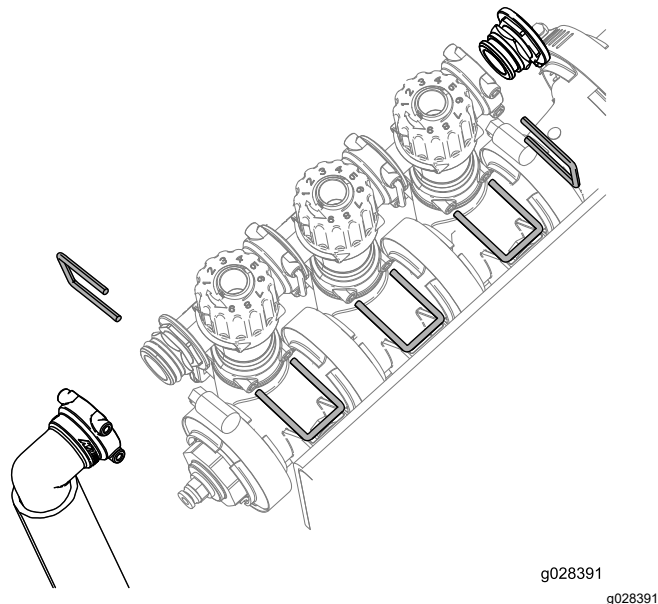

图 14
3. 拆卸固定喷洒臂旁通阀门组组件的卡环、端盖以及接头和软管组件如图 14 所示。